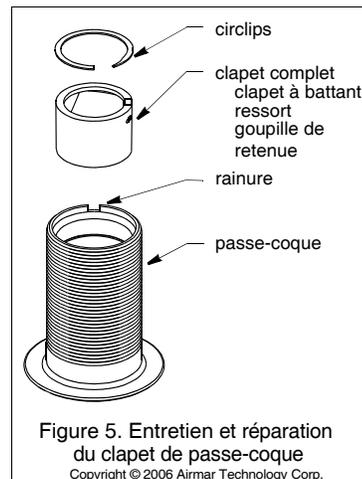

Figure 5. Entretien et réparation du clapet de passe-coque
3. À l'aide d'un tournevis, appuyez sur l'extrémité du circlips du clapet pour le libérer (voir Figure 5).
7. Pour réinstaller le clapet, remontez d'abord le volet de clapet dans le boîtier de clapet avec l'axe de fixation et le ressort (voir Figure 5).